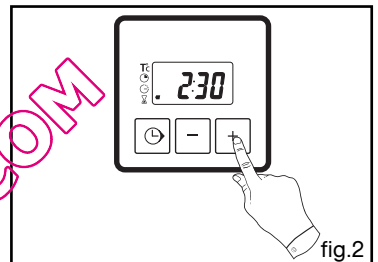

fig.2
- Appuyez sur la touche "⌚" pour valider ou attendre quelques secondes (fig.2).